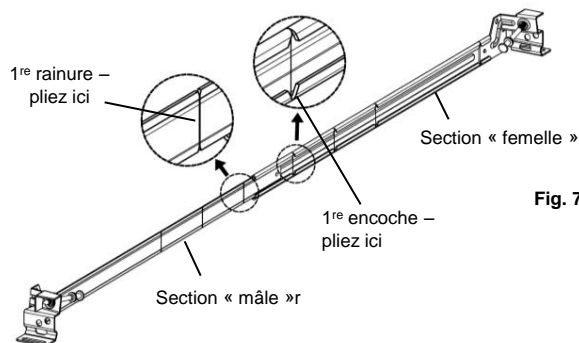

Fig. 7
1. Allongez les barres au maximum. (Fig. 7)
2. Pliez la section « mâle » de chacune des barres de suspension d'avant en arrière au niveau de la première rainure à partir du centre, jusqu'à ce que la barre se sectionne en deux. Pliez la section « femelle » d'avant en arrière au niveau de la première encoche à partir du centre jusqu'à ce que la barre se sectionne en deux. (Fig. 7)